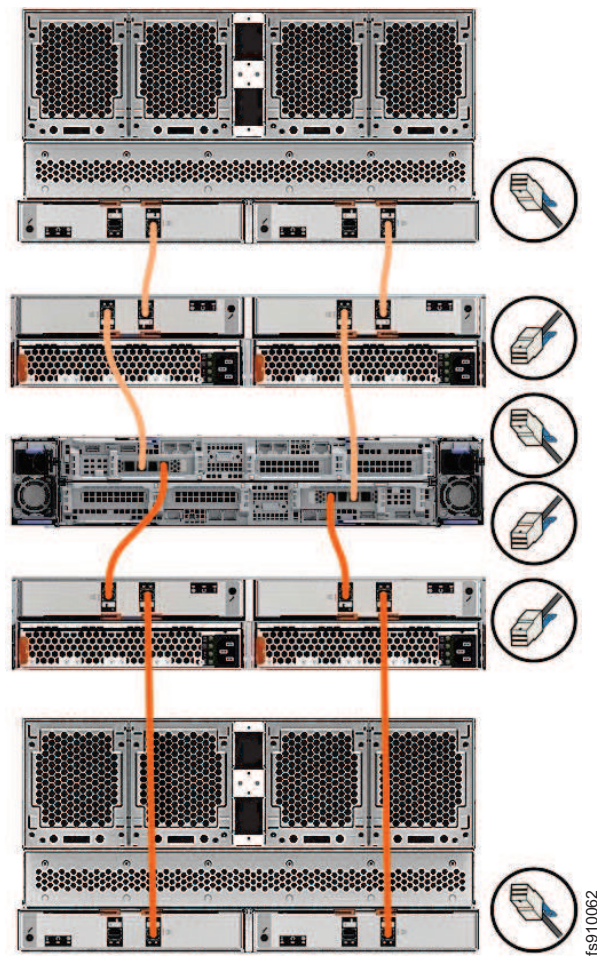

図 25. SAS ケーブルの接続
- Storwize V7000 ・システムは、4 ポート SAS インターフェース・アダプターをサポートします。ただし、31 ページの図 25 に示されているように、SAS 接続にはポート 1 および 2 のみが使用されます。
- ノード・キャニスターの SAS ポート 1 にチェーニングできる拡張エンクロージャーは 10 個までです。このチェーンの拡張エンクロージャーは、コントロール・エンクロージャーの下に取り付ける必要があります (31 ページの図 25 を参照)。
- ・ ノード・キャニスターの SAS ポート 3 にチェーニングできる拡張エンクロージャーは 10 個までです。このチェーンの拡張エンクロージャーは、コントロール・エンクロージャーの上に取り付ける必要があります (図 25 を参照)。